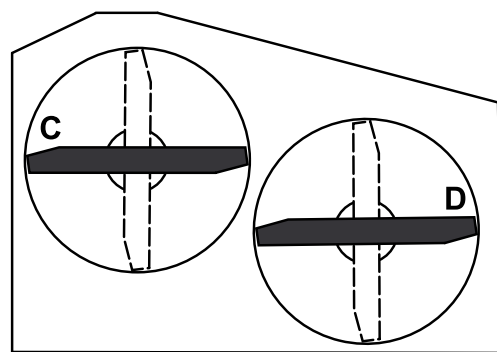

Figure 58
2. Tournez les lames pour les mettre parallèles dans le sens transversal. Mesurez la distance aux points **C** et **D** (Figure 58) entre une surface plane et le bord coupant des pointes des lames.